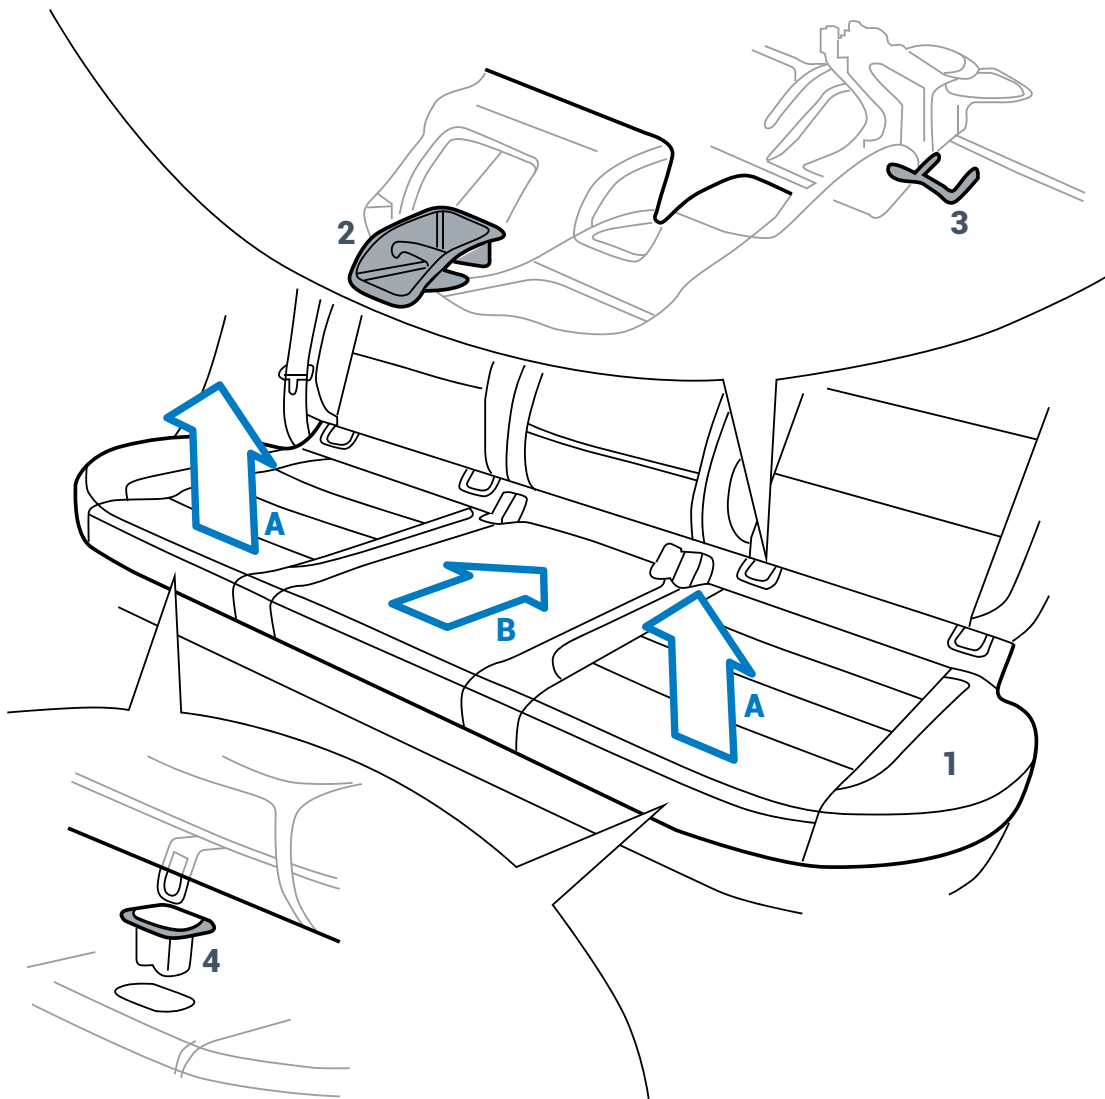

Fig. 3
6.1 Rimozione della seduta posteriore (Fig. 3 punto 1)
- 6.1.1 Sganciare le quattro cover in plastica degli ancoraggi Isofix dal sedile posteriore (Fig. 3 punto 2 / 3).
- 6.1.2 Sollevare la parte anteriore della seduta (Fig. 3 freccia A) per sbloccarla dai 2 fermi (Fig. 3 punto 4).